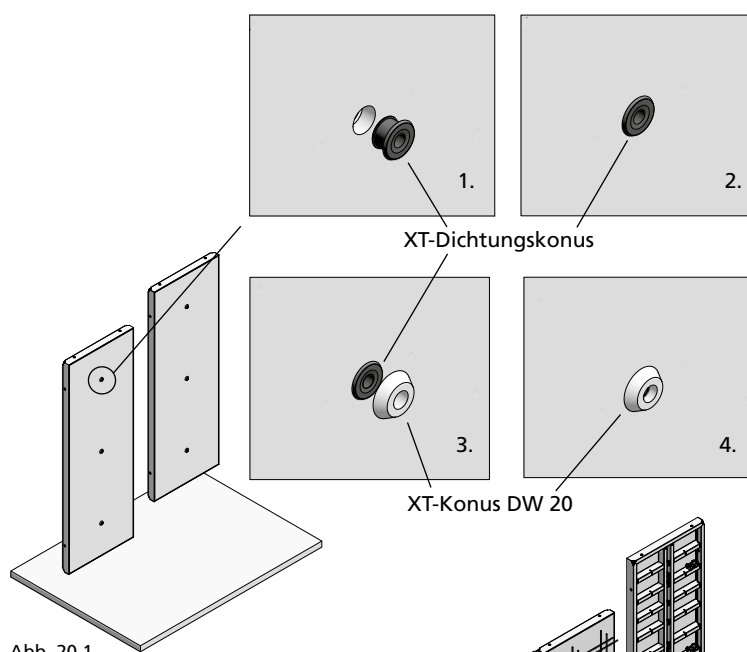
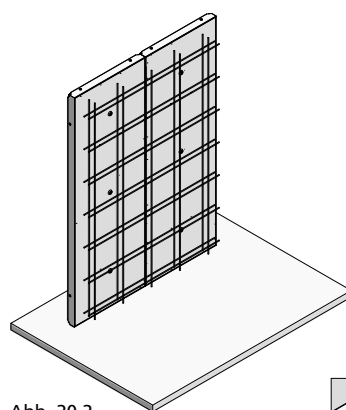

Abb. 20.1
Abb. 20.2
1. XT-Dichtungskonus auf die Ankerlöcher aller Elemente aufdrücken (Abb. 20.1). XT-Konus DW 20 auf den XT-Dichtungskonus am Stellschalungselement aufdrücken (Abb. 20.1, Schritt 1. bis 4.).
2. Stellschalungselement stellen (Abb. 20.1 und XT-4 und -5), Bewehrungsarbeiten durchführen (Abb. 20.2).